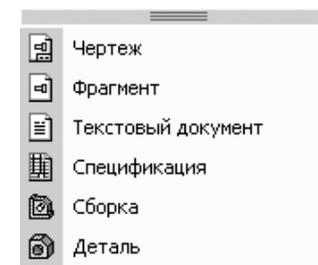

Рис. 1.55. Раскрывшийся список документов после активизации кнопки , расположенной справа от кнопки  **Создать**, на панели инструментов **Стандартная**
- щелкните на панели инструментов **Стандартная** по стрелке, расположенной справа от кнопки  **Создать** – . Появится раскрывающийся список различных документов рис.1.55.